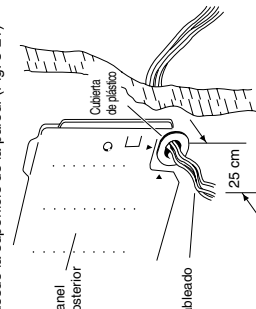

Fig. 3-21
(3) Introduzca el cableado entre unidades en el tubo de PVC que atraviesa la pared. Introduzca los cables de alimentación en la habitación, dejando aproximadamente 25 cm desde la superficie de la pared. (Fig. 3-21)